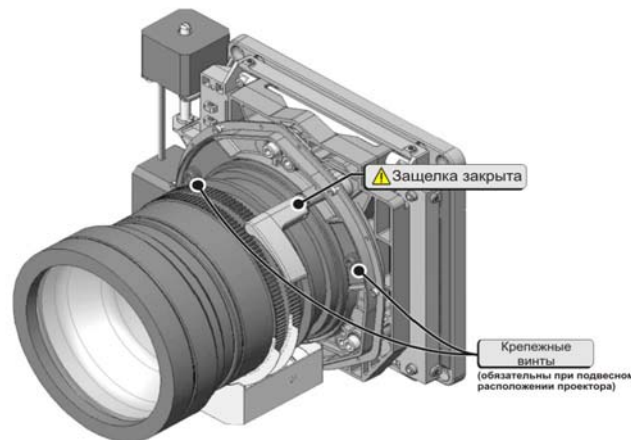

Рисунок 3-6 ФИКСАЦИЯ ОБЪЕКТИВА
2. Отверните на объективе 2 винта с шестигранной головкой, если они имеются (Рисунок 3-6).
5. Поверните защелки объектива в НИЖНЕЕ положение, чтобы зафиксировать объектив (Рисунок 3-6). Использование винтов необходимо, если проектор смонтирован под потолком.